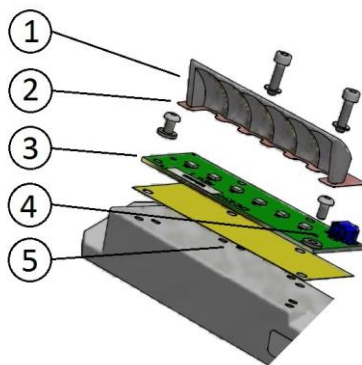

Figura 22 – Sostituzione del modulo LED
- scollegare il cavetto di alimentazione dal modulo LED (*Figura 22- n°4*)
- rimuovere il modulo LED (*Figura 22 - n°3*) ed il relativo riflettore (*Figura 22- n°1*) dallo squadretto ferma prisma svitando le due viti TCEI M3x12
- assicurarsi che l'interfaccia termica (*Figura 22 - n°5*) sia correttamente posizionata sotto il modulo LED
- assicurarsi che il foglio isolante in Kapton (*Figura 22 - n°2*) sia correttamente posizionato sopra il modulo LED
- ricollegare il cavetto di alimentazione al modulo LED (*Figura 22 - n°4*)